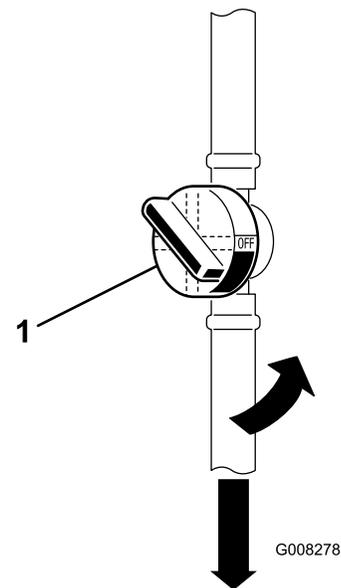

Figure 29
6. Fermez le robinet d'arrivée de carburant (Figure 29).
7. Pincez les extrémités des colliers et faites glisser ceux-ci pour les éloigner du filtre usagé (Figure 29).